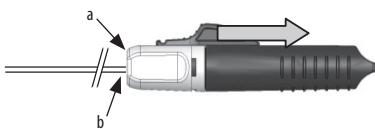

Figura 3.
- Nota:** se si desidera, il dispositivo di distacco istantaneo può essere rimosso anche alla fine della corsa. Per rimuovere il dispositivo di distacco istantaneo alla fine della corsa, tenere il grilletto nella posizione più arretrata e rimuovere il dispositivo di distacco istantaneo (vedere la figura 3).